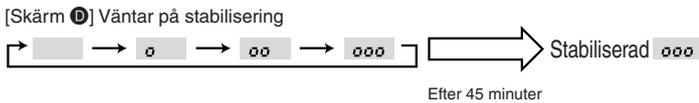

Fig. 8-3
③ Bekräfta inställningen genom att trycka på **FILTER** (↔)-knappen. (Fig. 8-3)